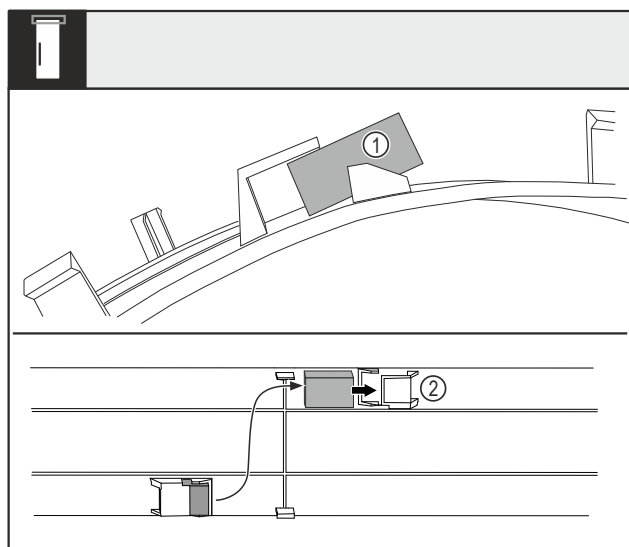

Fig. 6
- Abdeckung biegen und Türmagnet Fig. 6 (1) aus dem Nest herausziehen.
- Türmagnet ins andere Nest Fig. 6 (2) einschieben.